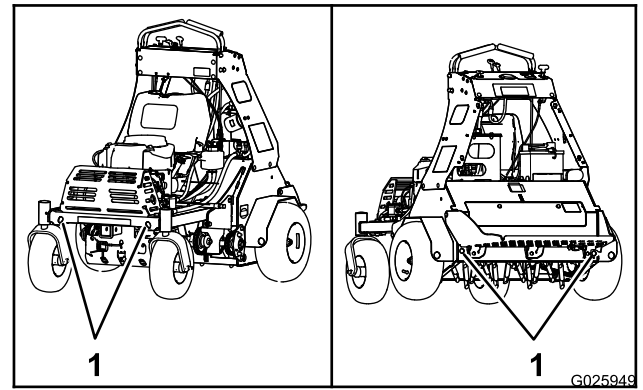

Figura 24
7. Utilice los puntos de amarre de la máquina para sujetar la máquina firmemente al remolque o al camión con correas, cadenas, cables o cuerdas (Figura 24).